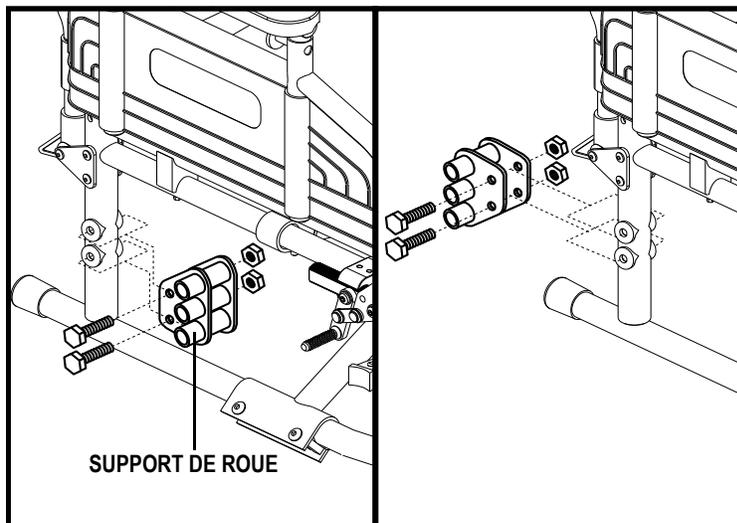

Figure 12. Réglages position des roues
2. Retirez les boulons et écrous de le support de roue. **Voir la figure 12.**